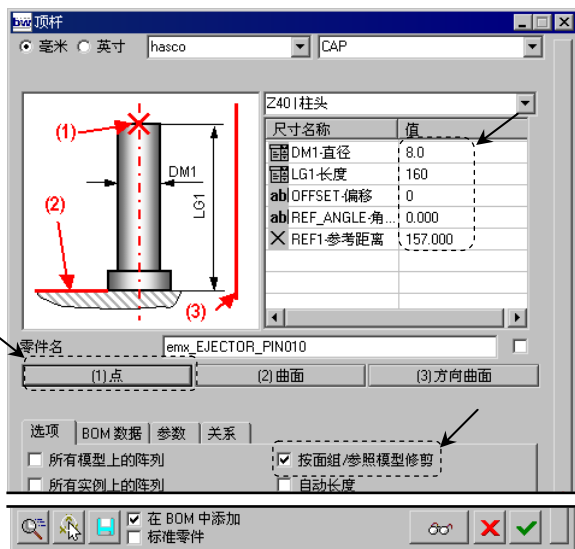

图 30.39 “顶杆”对话框
Step6. 定义顶杆。单击 **EMX 工具** 功能选项卡 **顶杆** 控制区域中的 **定义** 按钮，此时系统弹出“顶杆”对话框；单击对话框中的 **(1) 点** 按钮，此时系统弹出“选择”对话框，选取 Step4 中创建的任意一点。系统弹出“EXE 警告”对话框，单击 按钮，关闭对话框；定义顶杆直径为 10；取消选中 ☐ **自动长度** 复选框，定义顶杆长度为 315；在对话框中选中 ☒ **按面组/参照模型修剪** 复选框，如图 30.39 所示，然后单击“完成”按钮 。